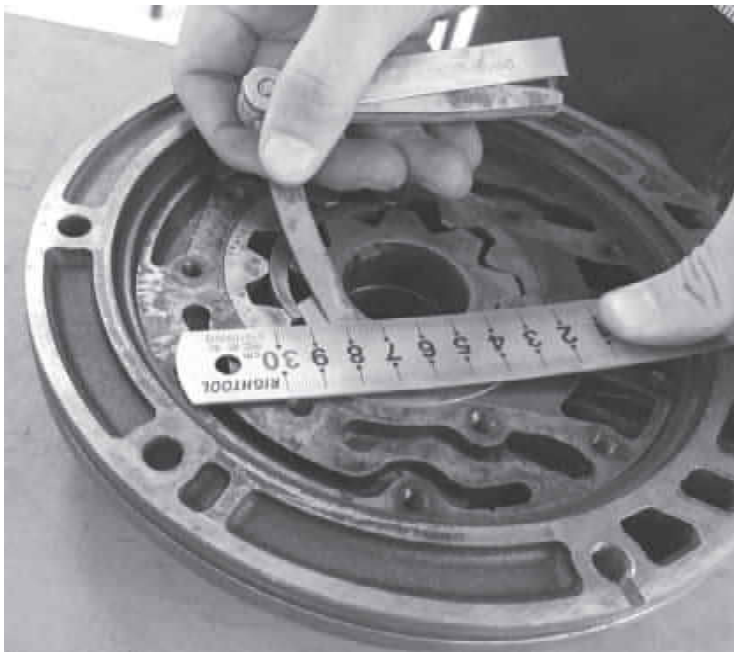

图 3-17 检测侧隙
(3)检测侧隙。用钢直尺和厚薄规测量两个齿轮的侧隙,如图 3-17 所示。标准侧隙为 $0.02\sim 0.05\text{ mm}$,最大侧隙为 0.10 mm 。如果侧隙大于最大侧隙,则更换油泵体分总成。